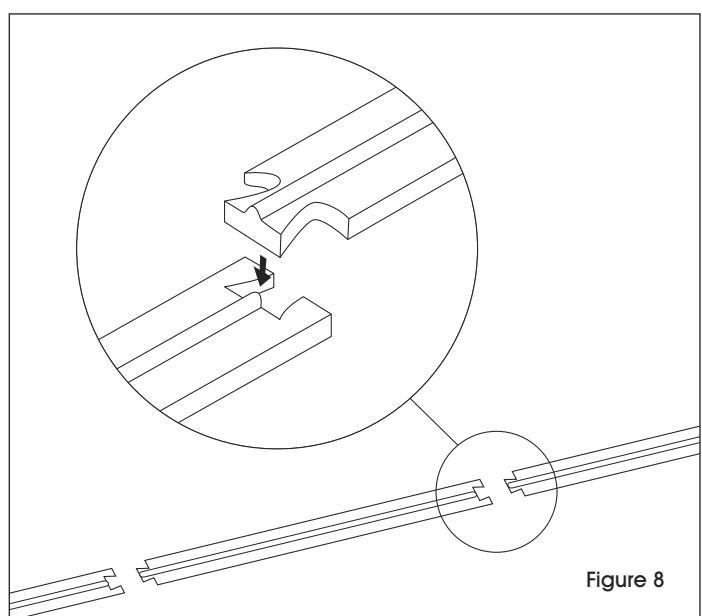

Figure 8
2. Placez le rail d'extrême à l'endroit désiré et raccordez les parties de rail. (Voir Figure 8)